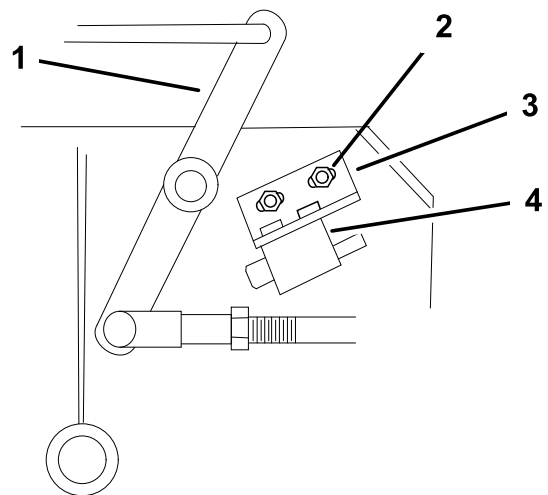

Bild 49
4. Stellen Sie sonst den Messersicherheitsschalter ein, indem Sie die Schrauben lösen, mit denen die Schalterhalterung befestigt ist (Bild 49).
Hinweis: Stellen Sie sicher, dass der Kippschalter das Schaltergehäuse **nicht** berührt, da der Schalter sonst beschädigt werden kann (Bild 49). Ziehen Sie die Befestigungshalterung des Schalters an.